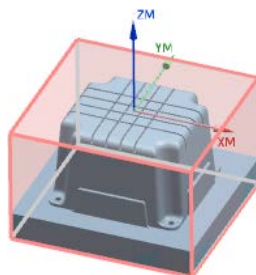

图 20.6 毛坯几何体
Step3. 单击“毛坯几何体”对话框中的按钮, 系统返回到“铣削几何体”对话框, 完成图 20.6 所示毛坯几何体的创建。